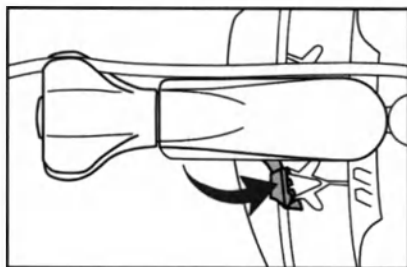

Abbildung 4a: Verschlusshebel in Position
4. Um den ACROBAT-i-Stabilisator auf dem Spreizer zu befestigen, die Montagevorrichtung durch Drücken des Verschlusshebels in Richtung Gehäuse VERRIEGELN. Sicherstellen, dass der ACROBAT-i-Stabilisator sicher auf dem Spreizer befestigt ist, wenn die Montagevorrichtung verriegelt ist. Die entriegelte bzw. verriegelte Position ist in Abbildung 4a und 4b dargestellt.